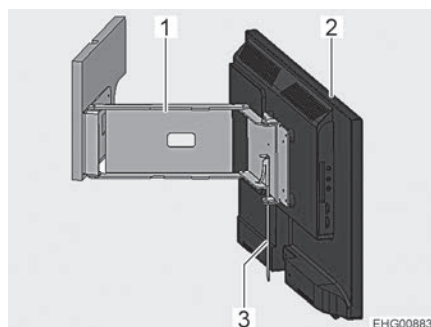

Fig. 95 Schermo piatto sul braccio snodato
- Spostare la leva (Fig. 95,3). Il braccio snodato (Fig. 95,1) è sbloccato.
- Girare lo schermo piatto (Fig. 95, 2) nella posizione desiderata.